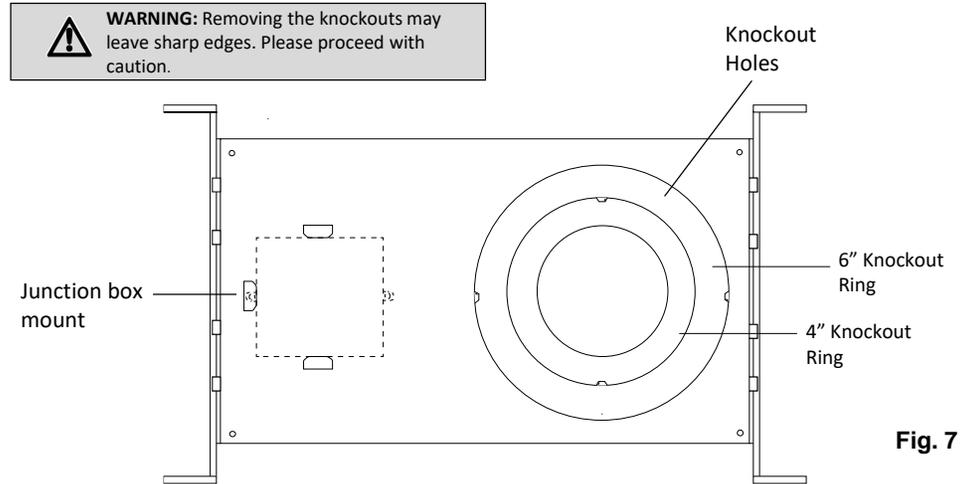

Fig. 7
1. Punch out appropriate knockout holes from the center of the mounting plate using pliers (Fig.7).
1. Perfore los orificios ciegos adecuados desde el centro de la placa de montaje con unos alicates (Fig.7).